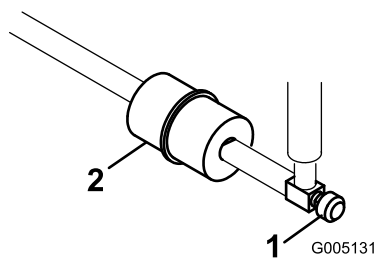

Figura 45
Existe um filtro no interior da tubagem de combustível, situado entre o depósito de combustível e o carburador (Figura 45). Certifique-se de que a seta existente no filtro se encontra dirigida para longe do depósito de combustível.
1. Feche a válvula de bloqueio do combustível, liberte o dispositivo de fixação da mangueira que se encontra no carburador, na zona do filtro e retire a tubagem de combustível do filtro (Figura 45).
2. Coloque um recipiente de drenagem debaixo do filtro, liberte os restantes dispositivos de fixação e retire o filtro (Figura 45).